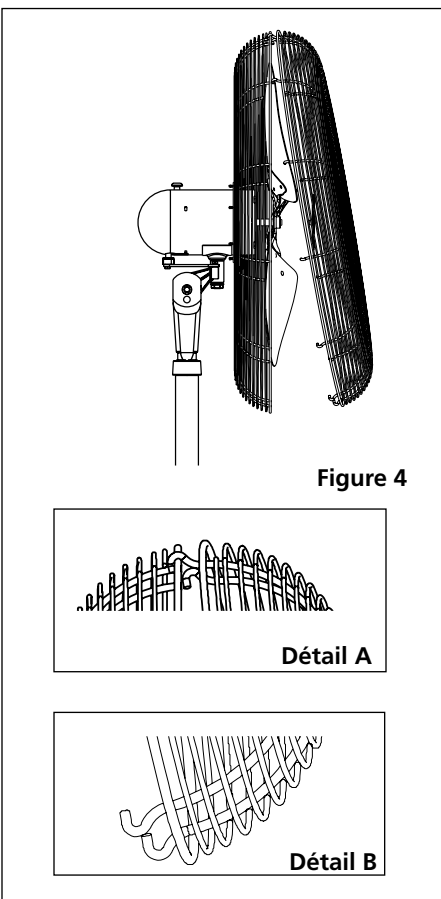

Figure 4
3. Hold the Front Grill so that the name, in the center, is right side up and straight across. Starting at the top: Fasten Front Grill to Rear Grill by sliding the hooked wires on the Front Grill over the outermost ring on the Rear Grill. **(Figure 4 / Detail A)**. The bottom most hooks will require the use of a flathead screwdriver to complete assembly. Stand behind the Fan. Slip the flat of the screwdriver between the Front and Rear Grills, next to one of the unfastened hooks. **(Figure 4 / Detail B)** Pull screwdriver handle upwards towards the Rear Grill. Slip the Front Grill hook over the Rear Grill outer ring with a push. Repeat procedure with remaining hooks.
3. Maintenez la grille avant de manière que le nom, au centre, soit à l'endroit et visible horizontalement. À partir du haut : fixez la grille avant sur la grille arrière en glissant les fils munis de crochets de la grille avant par-dessus l'anneau extérieur de la grille arrière. **(Figure 4 / Détail A)**. Pour terminer l'assemblage des crochets situés les plus au fond, un tournevis à lame plate est nécessaire. Tenez-vous derrière le ventilateur. Glissez la lame plate du tournevis entre les grilles avant et arrière, près de l'un des crochets non fixés. **(Figure 4 / Détail B)** Tirez la poignée du tournevis vers le haut, en direction de la grille arrière. Glissez en le poussant le crochet de la grille avant par-dessus l'anneau extérieur de la grille arrière. Répétez cette procédure pour les autres crochets.